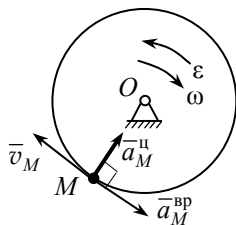

Рис. 76
45. $v(1) = 7$ м/с. 46^{мех}. $m = 5$ кг. 47. См. рис. 76. 48^{мех}. $m \approx 0,85$ кг.